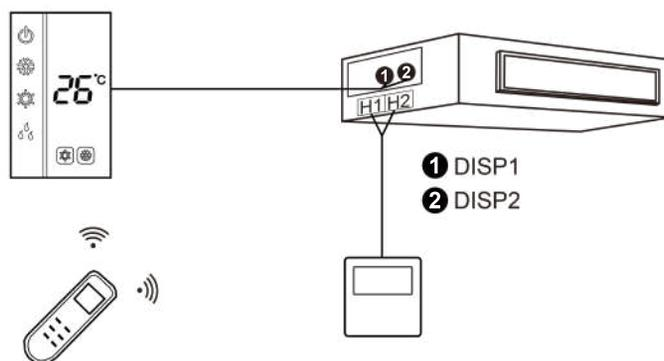

Рис.5.4.3
- 3) Дротовий контролер і приймальна світлова панель можуть бути встановлені одночасно. При роботі через пульт дистанційного керування сигнали можуть приймати як дротовий контролер, так і приймальна світлова панель, як показано на рис.5.4.3.